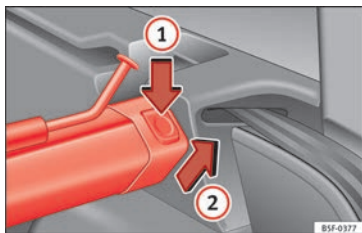

Fig. 168 Nel bagagliaio: smontare la rete divisoria.
- Premere il tasto di sblocco sinistro o destro » **fig. 168** nella direzione indicata dalla freccia (1).
- Rimuovere la scatola dal supporto nel senso della freccia » **fig. 168** (2).
- Premere la scatola nei supporti sinistro e destro nel senso contrario a quello della freccia » **fig. 168** (2) fino allo scatto.